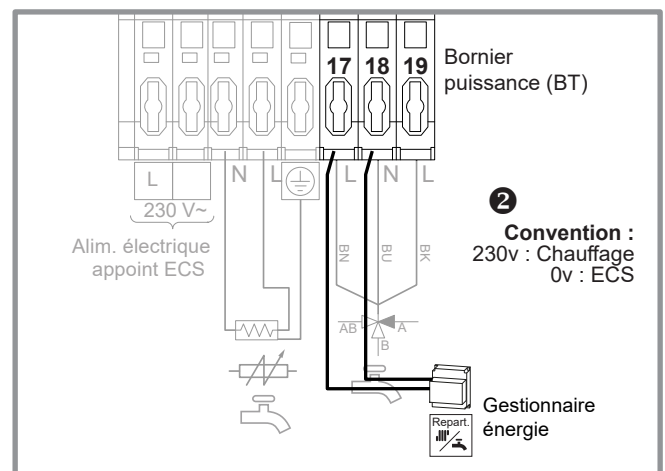

figure 32 - Exemple de raccordement (comptage énergie)
- Effectuer les raccordements suivant le schéma (figure 32).
Respecter la correspondance entre les repères des borniers du module hydraulique et de l'unité extérieure lors du raccordement des câbles d'interconnexion (figure 32).
Raccorder l'alimentation électrique des appoints au tableau électrique (figure 32).
Raccorder le contact "fournisseur d'énergie" sur l'entrée 6 (Tarifs - EX2) (figure 32).
Raccorder le délesteur sur l'entrée 5 (Délestage - EX1) (figure 32).
- Raccorder l'organe externe sur l'entrée 7 (Défauts externes - EX3) (figure 32).